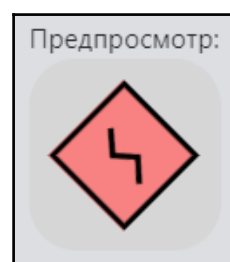

Рисунок 12.248 – Отображение анимации «Вращение» для ИП-164
– **«Вращение»** – устройство будет вращаться в соответствии с интервалом анимации, как показано на рисунке Рисунок 12.248;